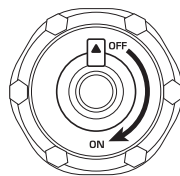

Fig. 3
7. Tras la parada del generador, deje que se enfríe y cierre el respiradero de aire del tapón de combustible (colóquelo en OFF, como se muestra en fig. 3).